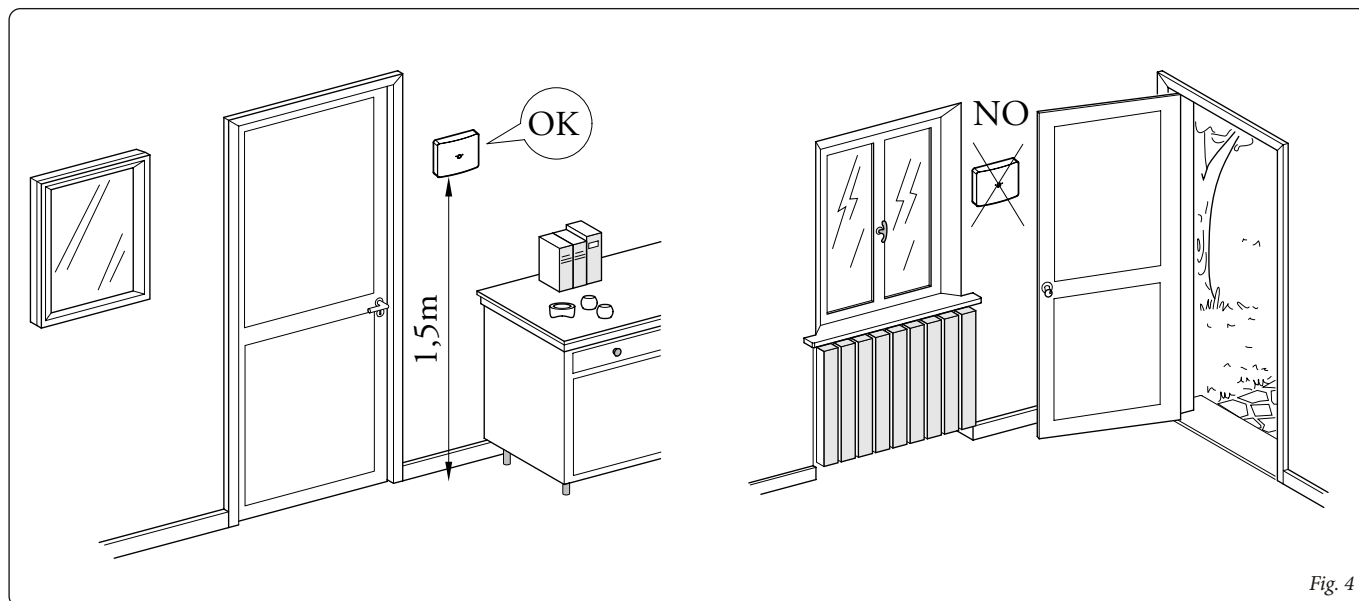

Fig. 4
2) Installare la sonda ambiente wireless lontano da fonti di calore e in posizioni idonee a rilevare correttamente la temperatura ambiente (Fig. 4).
2) Install the wireless room probe away from heat sources and in suitable positions to correctly detect the room temperature (Fig. 4).